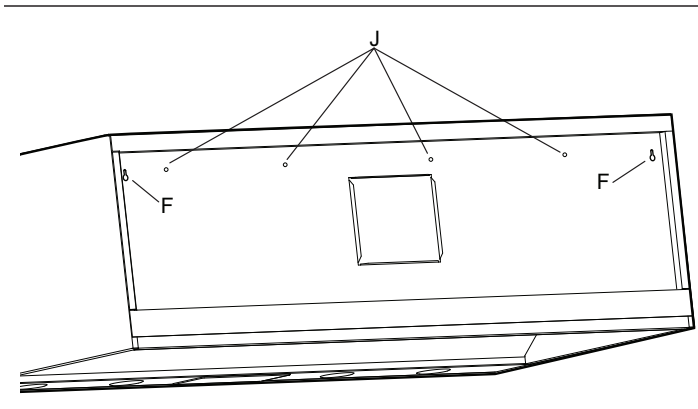

Figura 15: Ubicación de las muescas en forma de ojo de cerradura
16. Con otra persona, levante la campana y déjela descansar en los tornillos insertados en el soporte de madera. Use las muescas en forma de ojo de cerradura identificadas por la letra "F" en la *Figura 15*. Asegúrese de que el soporte de madera quepa en la parte hundida de la parte trasera de la campana.
18. A partir del interior de la campana, fije tornillos de 5/8 pulg. (16 mm) en el soporte de madera, a través de los agujeros identificados por la letra "J" en la *Figura 15*.